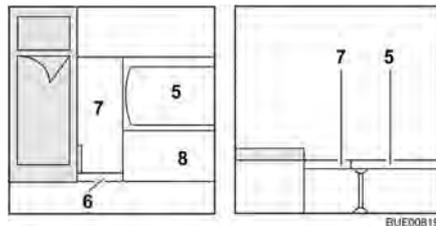

Bild 93 Während des Umbaus
- Zusatzbrett (Bild 93,6) mit Stangenscharnier an Sitztruhe (Bild 93,8) befestigen und ausklappen.
- Zusatzbrett (Bild 93,7) auflegen.